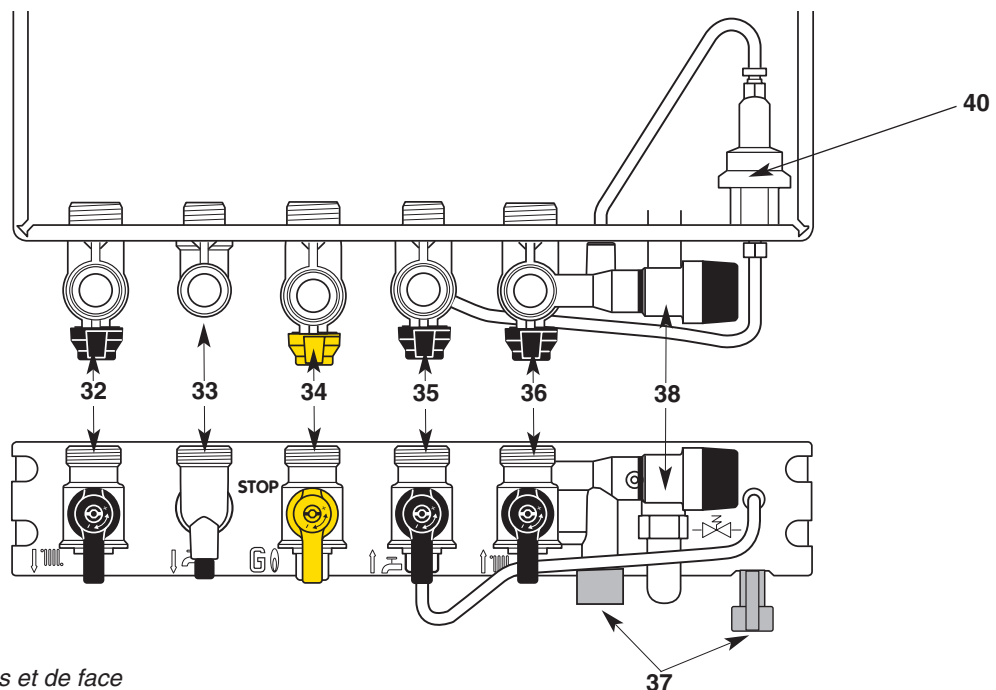

Fig. 22 - Vues de dessus et de face
### Barrette robinetterie (fig. 22)
4. Ouvrez le robinet d'arrivée de gaz **34** (fig. 22), sur la position .
- Coupez l'arrivée du gaz en tournant le robinet **34** (fig. 22), sur la position STOP.
*Dans certains cas d'installation, il est possible qu'il se produise, après puisage d'eau chaude, un léger réchauffement de la canalisation (et éventuellement d'un radiateur). Pour l'éviter, il suffit de fermer le robinet départ chauffage **32** (fig. 22).*